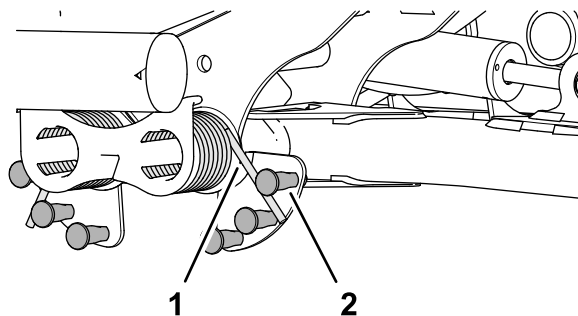

Figura 51
- Introduzca el extremo largo del muelle de contrapeso en un tubo u otro objeto similar, y gire el muelle alrededor del espárrago de cuello largo a la posición deseada (Figura 51).